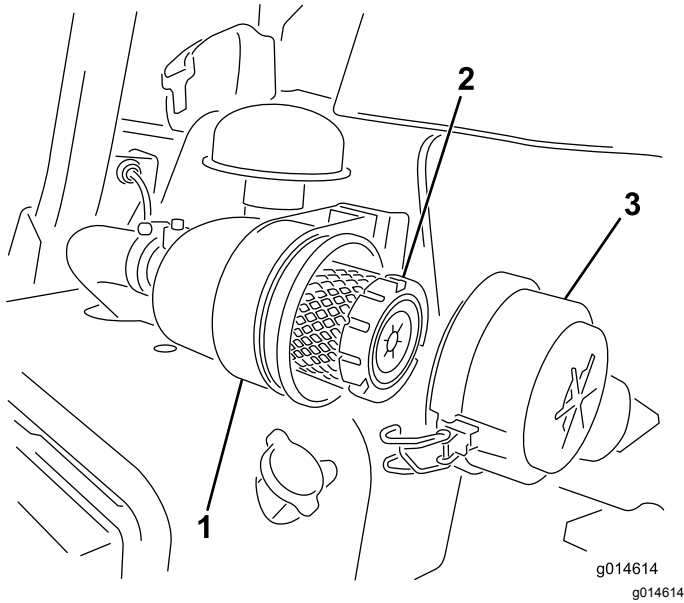

图41
1. 松开将空气滤清器盖固定到空气滤清器壳体上的门锁 图41。
6. 固定搭扣 (图41)。